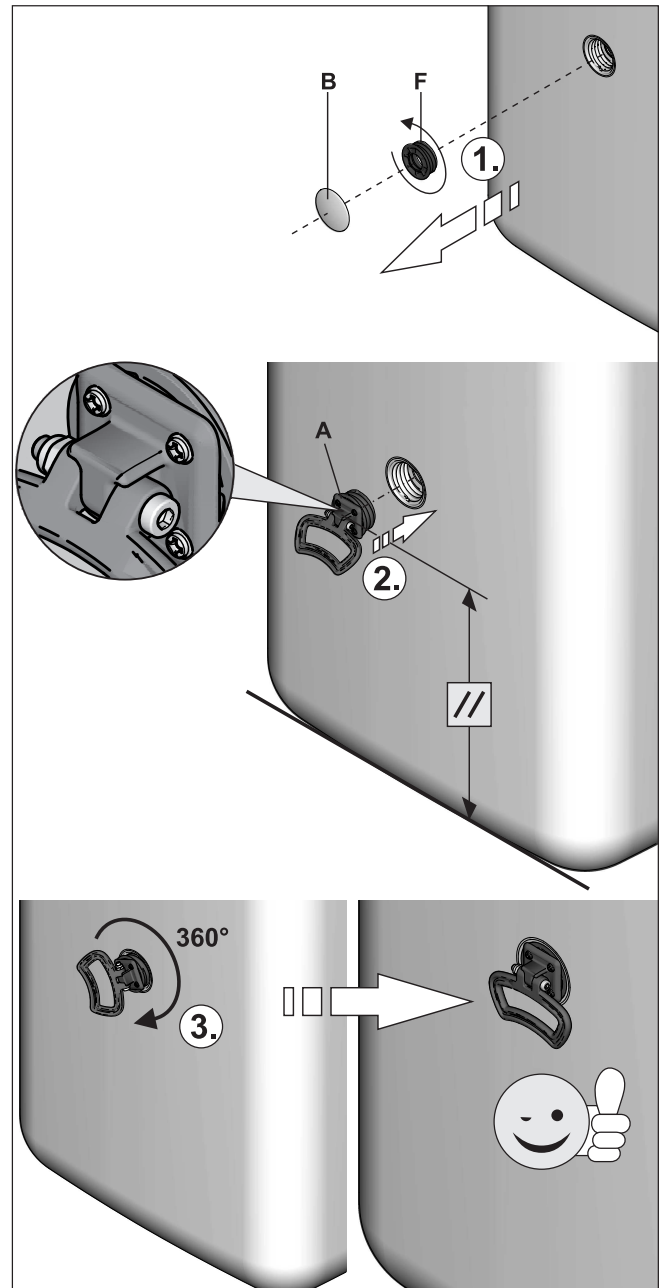

Bild 14-6 Handgriffe montieren
- Am Speicherbehälter die Abdeckblenden (Bild 14-6, Pos. B) abziehen und die Gewindestücke (Bild 14-6, Pos. F) aus den Öffnungen herausdrehen, an welchen die Handgriffe montiert werden sollen.
- Handgriffe (Bild 14-6, Pos. A) in die frei gewordenen Gewindeöffnungen einschrauben.